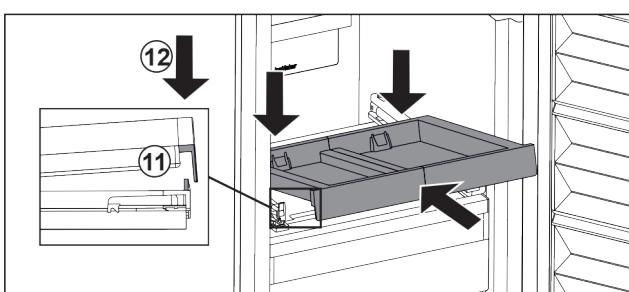

Fig. 103
- Вставити навколо. Звертайте увагу, щоб з обох боків упор був за накладкою. Fig. 103 (11)
- Витяжну панель опустити спереду. Fig. 103 (12)